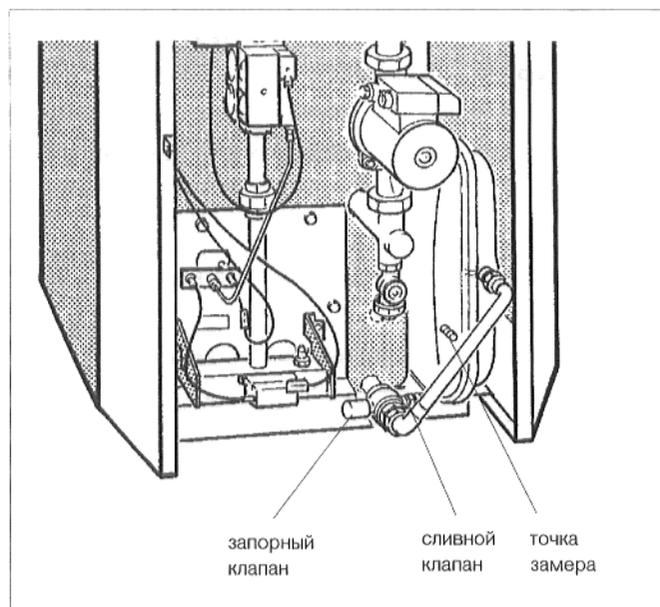

Рис. 47: компенсационный бак; начиная с типоразмера 20-4 на задней стенке котла!
- Снять красный колпачок и закрыть запорный клапан (рис. 47).
- Слить, через сливной клапан, остаточную воду из компенсационного бака (рис. 47).
- Снять запорный колпачок с места замера (рис. 47), замерить давление и произвести коррекцию, если давление не равняется 0,75 бар.